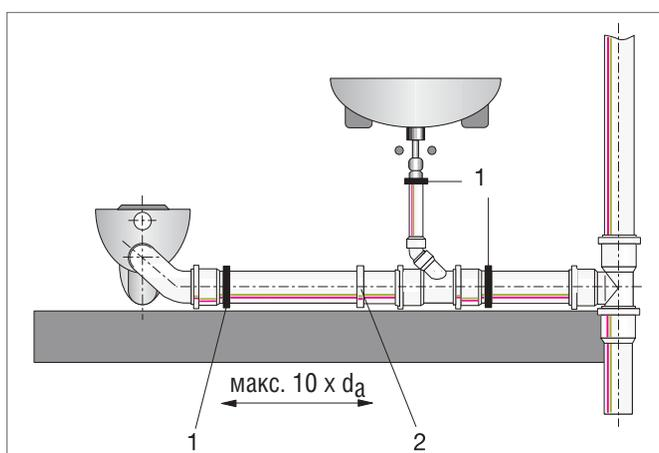

Рис. 8-5 Схема монтажа горизонтального трубопровода
Схема рационального крепления горизонтального трубопровода из шумопоглощающих труб RAUPIANO PLUS представлена на рисунке (см. рис. 8-5).
- расстояние между неподвижной опорой и скользящим хомутом не должно превышать десятикратного диаметра трубы d_a (см. рис. 8-5): расстояние $< 10 \times d_a$.